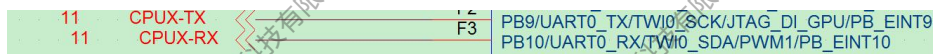

图 2-18 UAR0 调试串口
- UART0 默认用于系统调试打印，建议预留测试点，用于系统调试打印。如图 2-18。